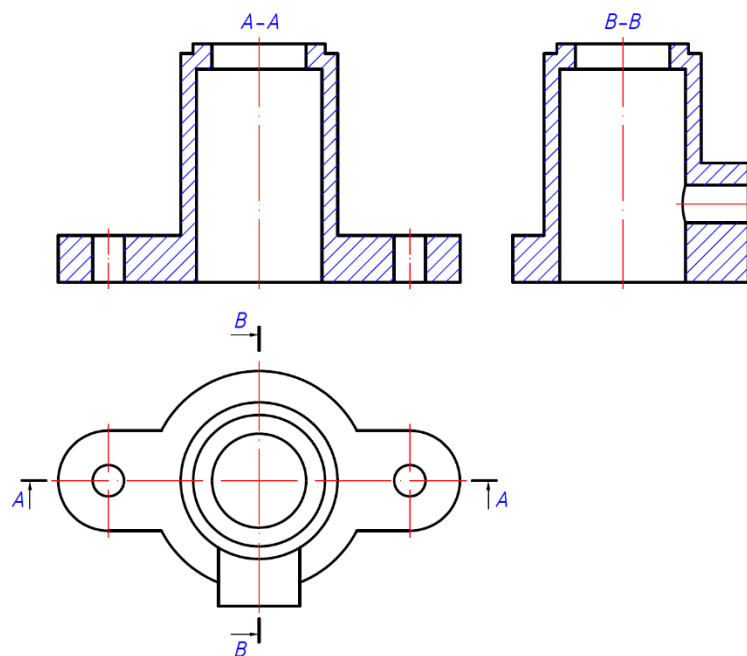

Fig. 9.8. Secțiuni longitudinale și transversale
- **secțiuni longitudinale**, dacă suprafața de secționare conține sau este paralelă cu axa principală a obiectului (fig. 9.8, A – A);
- **secțiuni transversale**, dacă suprafața de secționare este perpendiculară pe axa principală a obiectului (fig. 9.8, B – B).
- **secțiuni complete**, la care suprafața de secționare separă obiectul în două părți (fig. 9.8);
- **secțiune obișnuită**, dacă secțiunea se reprezintă în afara conturului proiecției respective și este așezată conform dispunerii normale a proiecțiilor (fig. 9.8).